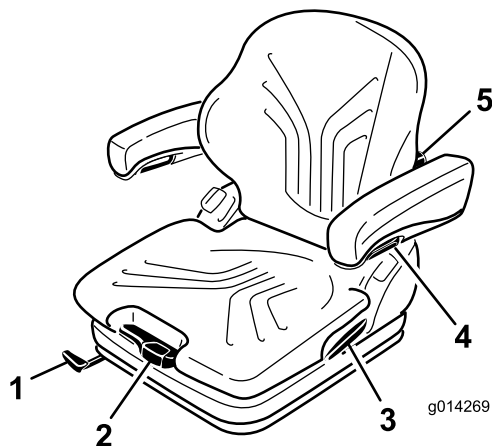

Figura 11
O banco é ajustado ao peso do condutor puxando ou carregando na alavanca de ajuste de peso (Figura 11).
1. Para ajustar, desloque a alavanca para cima e desbloqueie o banco (Figura 11).
Rodando o manípulo de ajuste para cima, a curvatura na parte superior da almofada do apoio lombar pode ser ajustada. Rodando o manípulo de ajuste para baixo, a curvatura na parte inferior da almofada do apoio lombar pode ser ajustada (Figura 11).
Para ajustar a altura dos apoios dos braços, separe a tampa redonda (Figura 11) da cobertura, desaperte a porca hexagonal (13 mm) por detrás e ajuste os apoios dos braços para a posição desejada e aperte a porca. Substitua a tampa na porca.
Para ajustar o ângulo dos apoios dos braços, rode o manípulo de ajuste (Figura 11).
Puxe a alavanca de bloqueio para libertar o trinco do apoio lombar (Figura 11). Ao libertar o trinco do apoio lombar, não aplique força no apoio pressionando contra ele.